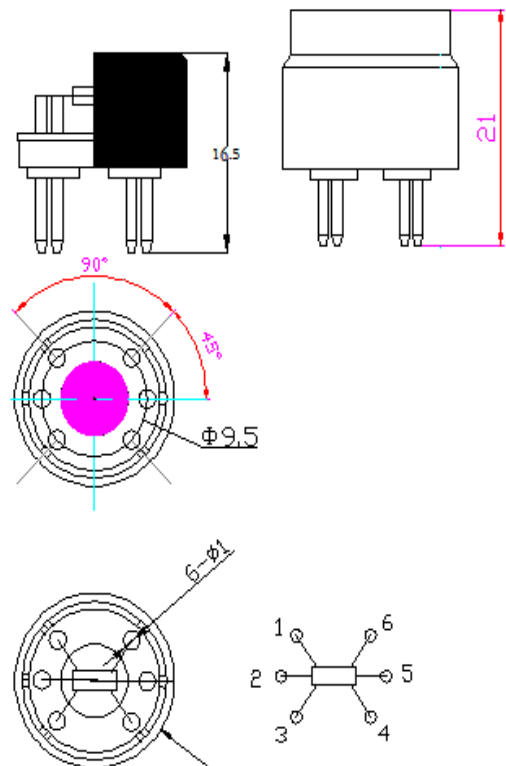

图 1 传感器结构图
2、5 为加热电极，不分正负极；（1、3） / （4、6）为测试用电极，具有方向性，其中 1 和 3 导通，为信号电压的正极（记号端），4 和 6 导通，为信号电压的负极。如果外加电源直接加在测试电极上，会导致传感器损坏；如果外加电源一端加在测试电极，另一端加在加热电极，则取不到信号。（见图 1）